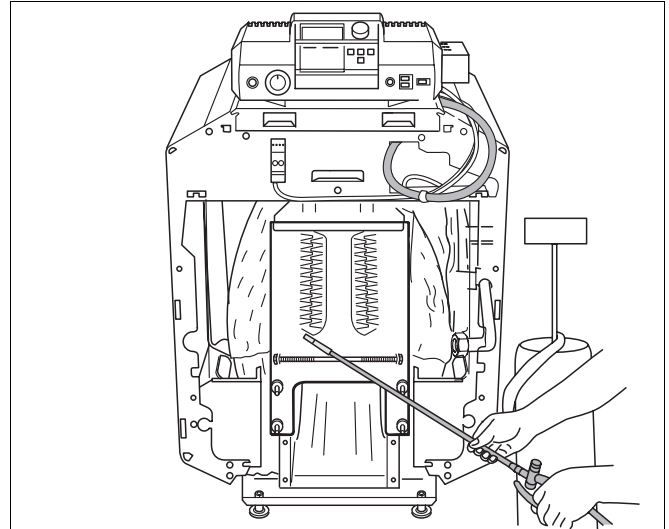

Abb. 44 Sprühreinigung
- Heizgaszüge gleichmäßig mit dem Reinigungsmittel einsprühen (Abb. 44).